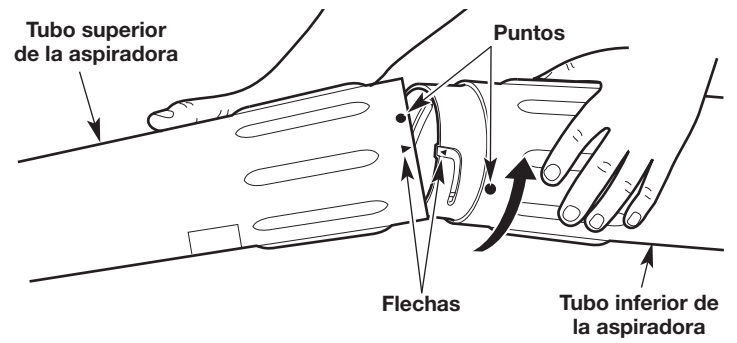

Fig. 8
2. Debe alinear la flecha del tubo inferior con la flecha del tubo superior de la aspiradora (Fig. 8).
3. Inserte el tubo inferior en el tubo superior de la aspiradora (Fig. 8).
4. Con ambas manos, gire el tubo inferior de la aspiradora hacia la derecha hasta que calce en su lugar (Fig. 8).
**NOTA:** Cuando está bien armado, el punto del tubo inferior queda alineado con el punto del tubo superior de la aspiradora (Fig. 8).